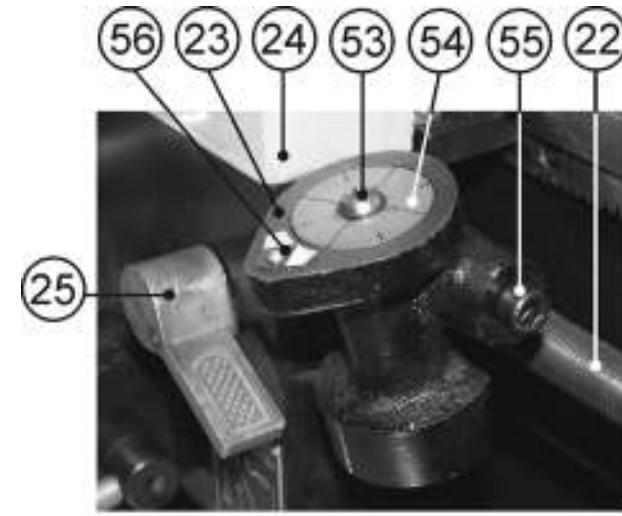

Рис.20
10.7.7. Включите станок (п.10.2). Подведите резец (35) к началу предполагаемой резьбы. Маховиком подачи поперечного суппорта (28) установите глубину резания, не превышая 0,2 мм за один проход (как описано выше в п.10.3). Опустите вниз ручку (25) управления разъёмной гайкой ходового винта, Рис.20. Ручкой переключения направления автоматической подачи (1), Рис.18, установите необходимое направление автоматической подачи и начните нарезание резьбы.
Не переключайте ручку (25) управления разъёмной гайкой ходового винта при выполнении операции нарезания резьбы до конца изготовления резьбы, Рис.20.
10.8. Индикатор нарезания резьбы (Рис.20)
10.8.6. Маховиком подачи поперечного суппорта (28), Рис. 2, установите глубину резания, не превышая 0,2 мм за один проход. Опустите вниз ручку (25) управления разъёмной гайкой ходового винта и начните нарезание резьбы, Рис.20.
10.8.7. По мере приближения резца к концу резьбы отведите резец, используя маховик подачи поперечного суппорта (28), Рис. 15. Поднимите вверх ручку (25) управления разъёмной гайкой ходового винта, Рис.20. Вращая маховик ручной подачи каретки (29), Рис.15, отведите каретку назад к началу нарезания резьбы. Наблюдайте за вращающимся диском (54) индикатора (23) нарезания резьбы. По мере совмещения метки (56) на корпусе индикатора (23) нарезания резьбы и ранее выбранного Вами по таблице 5 числа индикаторного диска (54), резко опустите вниз ручку (25) управления разъёмной гайкой ходового винта (начните нарезание резьбы). Повторяйте цикл нарезания резьбы до окончательных размеров.